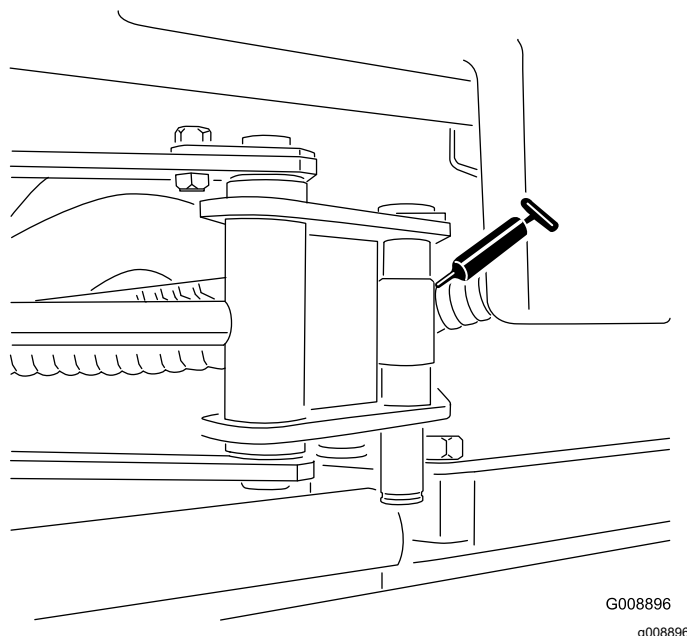

Figura 62
- Capete cilindru Sidewinder (2 fittinguri; doar modelul 03171 - Figura 62)